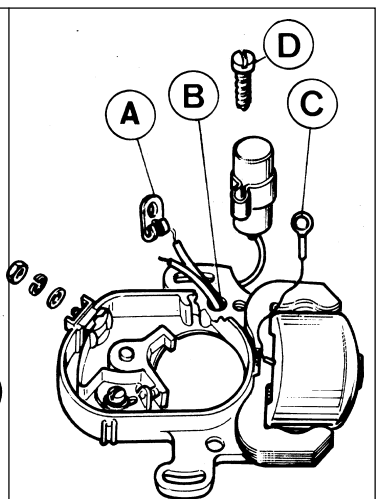

Fig. 14
- Débrancher tous les câbles et dessolder la languette **A** (Fig. 14).
REPLACEMENT CONDENSATEUR (Fig. 14).